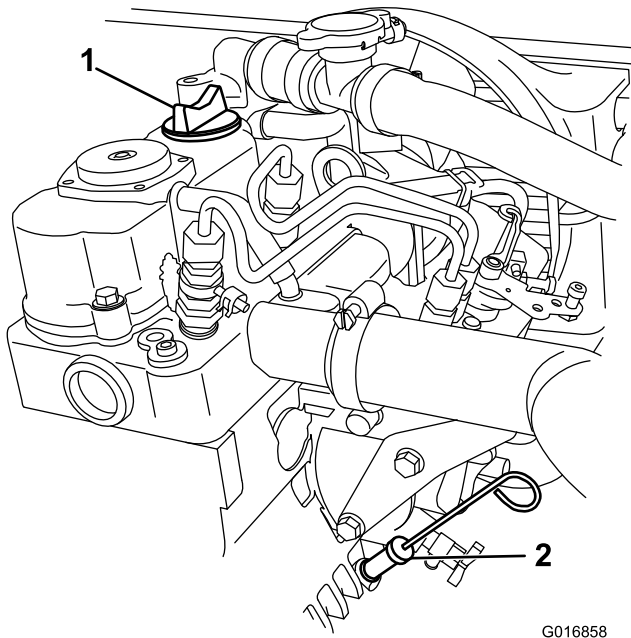

Figura 16
3. Utilice un trapo para limpiar alrededor de la varilla del aceite (Figura 16) para impedir que caiga suciedad por el tubo de llenado y cause daños en el motor.
5. Introduzca la varilla de aceite a fondo en el tubo (Figura 16).
6. Retire la varilla y observe el extremo (Figura 16).
7. Instale la varilla de aceite y asíéntela firmemente (Figura 16).